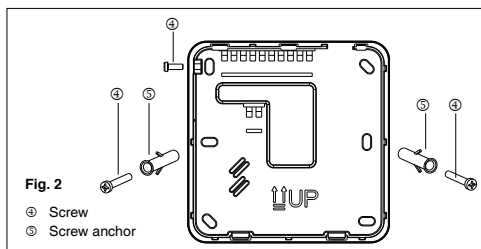
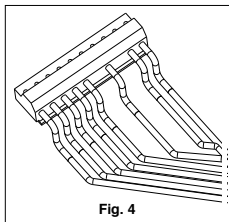

Fig. 2
Fig. 4
- Séparer la base du boîtier de commande en enlevant la vis de fermeture qui se trouve dans la partie supérieure gauche (Fig. 2). Placer la base contre le mur en marquant les points de perçage.
- Effectuer les connexions aux connecteurs du boîtier de commande (Fig. 4).
- Fixer la commande au mur à l'aide des chevilles d'ancrage ⑤ prévues à cet effet.
- Remettre en place le couvercle sur la commande à l'aide de la vis enlevée précédemment (Fig. 2).